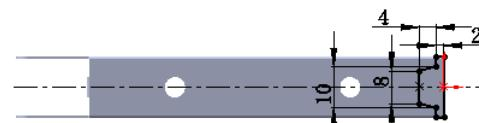

图 12.5.20 横断面草图
② 定义横断面草图。在草图环境中绘制图 12.5.20 所示的横断面草图。
(3) 定义切除深度属性。在“切除一拉伸”对话框 方向 1 区域的 下拉列表中选择 **给定深度** 选项，在 文本框中输入深度值 0.6，选中 正交切除(O) 复选框。
(4) 单击 按钮，完成切除一拉伸 4 的创建。